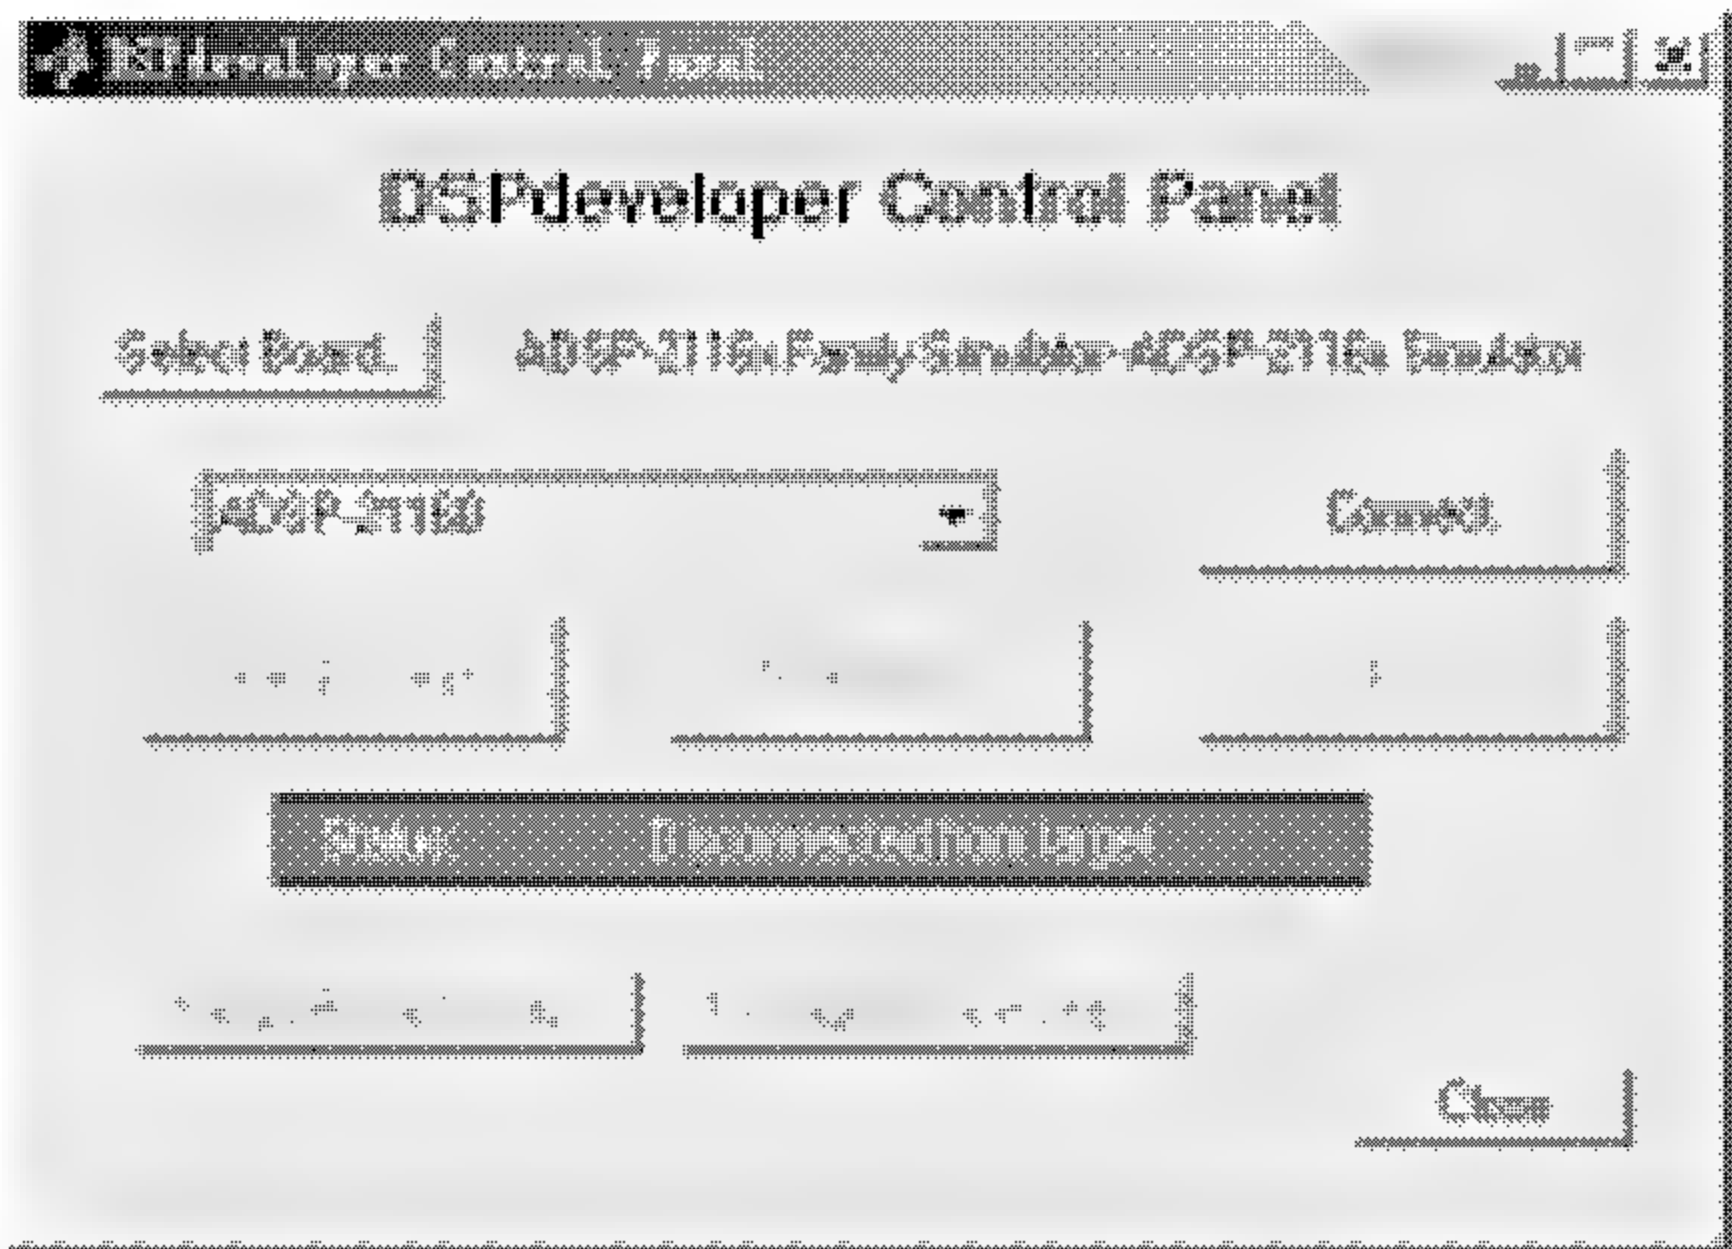

图 7.6 DSPdeveloper 控制面板
(7) 双击 Simulink 模型中的 DSPdeveloper Control Panel 模块, 打开 DSPdeveloper 控制面板, 如图 7.6 所示。